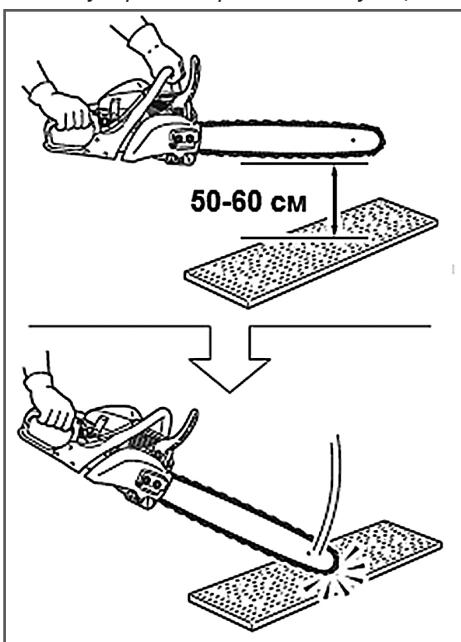

Рис. 7 Проверка инерционного тормоза
- Возьмитесь за переднюю и заднюю рукоятку пилы и держите ее так, чтобы она располагалась на высоте 50-60 см от испытательной поверхности (Рис. 7).